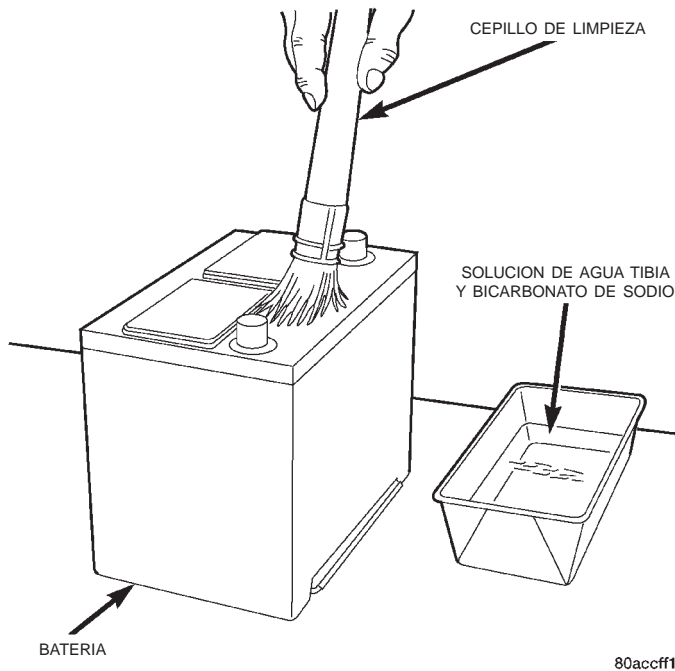

Fig. 20 Limpieza de la batería—característica
(12) Si la batería vuelve a instalarse, limpie cualquier capa de ácido en el exterior de la caja de la batería y en la cubierta superior con una solución limpiadora de bicarbonato de sodio y agua tibia (Fig. 20). Enjuague la batería con agua limpia. Asegúrese de que la solución limpiadora no penetre en las células de la batería a través de los agujeros de ventilación. Si la batería va a reemplazarse, consulte el cuadro de **Estipulaciones y Clasificaciones de la batería** en la sección de Especificaciones al final de este grupo. Confirme que la batería de recambio sea del tamaño adecuado y de que cuente con las estipulaciones correctas para el vehículo.